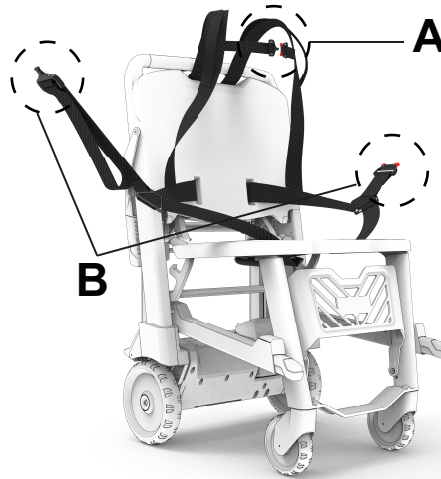

图 27 – 将约束带扣缠在肩膀和腰部
9. 将肩部身体约束带 (A) 扣在胸部 (图 27)。
10. 拉动腰部约束带 (B) 穿过患者的大腿/腰部 (图 27)。若需要，拉长身体约束带。